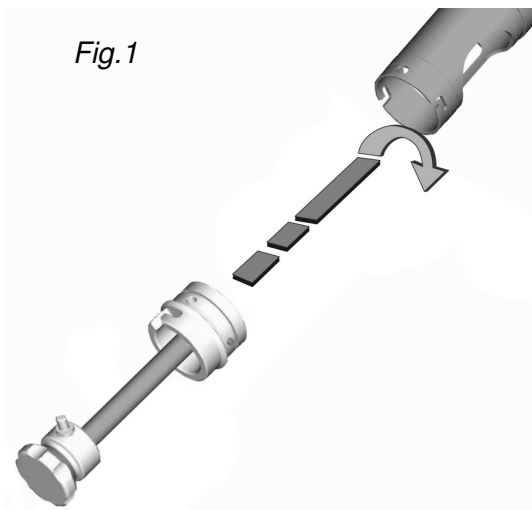

Fig.2
- Introduire le piston dans le conduit du robinet de la machine puis tourner le culot de quelques degrés jusqu'à la position de blocage (fig. 2).